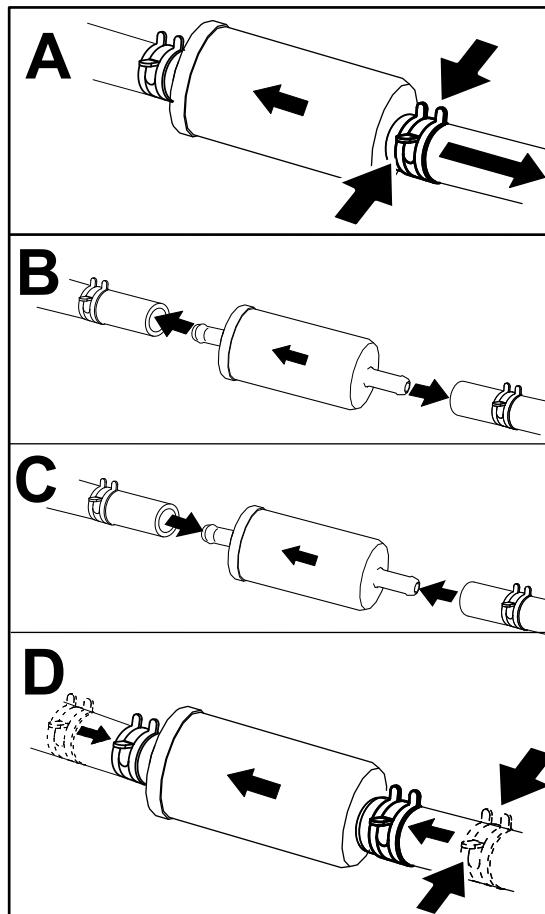

Figura 41
3. Cambie el filtro (Figura 41).